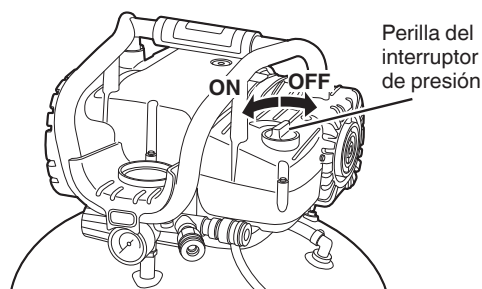

Fig. 2
Cerchiórese de que el mando del disyuntor neumático esté en la posición "OFF". Si inserta el enchufe a un tomacorriente con el mando en la posición "ON" (Fig. 2), el compresor comienza inmediatamente a funcionar y podría causar lesiones serias.
Inserte el enchufe en el tomacorriente y opere el compresor utilizando la perilla del interruptor de presión. (Consulte la Fig. 2).
- (1) Coloque la perilla del interruptor de presión en la posición “OFF”. (Consulte la Fig. 2).
- (2) Desconecte el enchufe del tomacorriente.
- (1) Coloque la perilla del interruptor de presión en la posición “OFF” y desconecte el enchufe del tomacorriente (Fig. 2).
- (2) Verifique primero las siguientes causas posibles: falta de ventilación apropiada, o una temperatura del aire exterior o de la habitación demasiado elevada.
- (3) Si el cable de extensión no cumple con las especificaciones indicadas en la página 27, cámbiela por la indicada en esta página 27. Si la capacidad de la fuente de alimentación es insuficiente, aumentela para eliminar la causa de la circulación de corriente excesiva (sobrecorriente).
- (4) Espere aproximadamente 30 minutos.
- (5) Póngalo en marcha. Si el motor sigue parándose durante la operación, póngase en contacto con el servicio técnico.